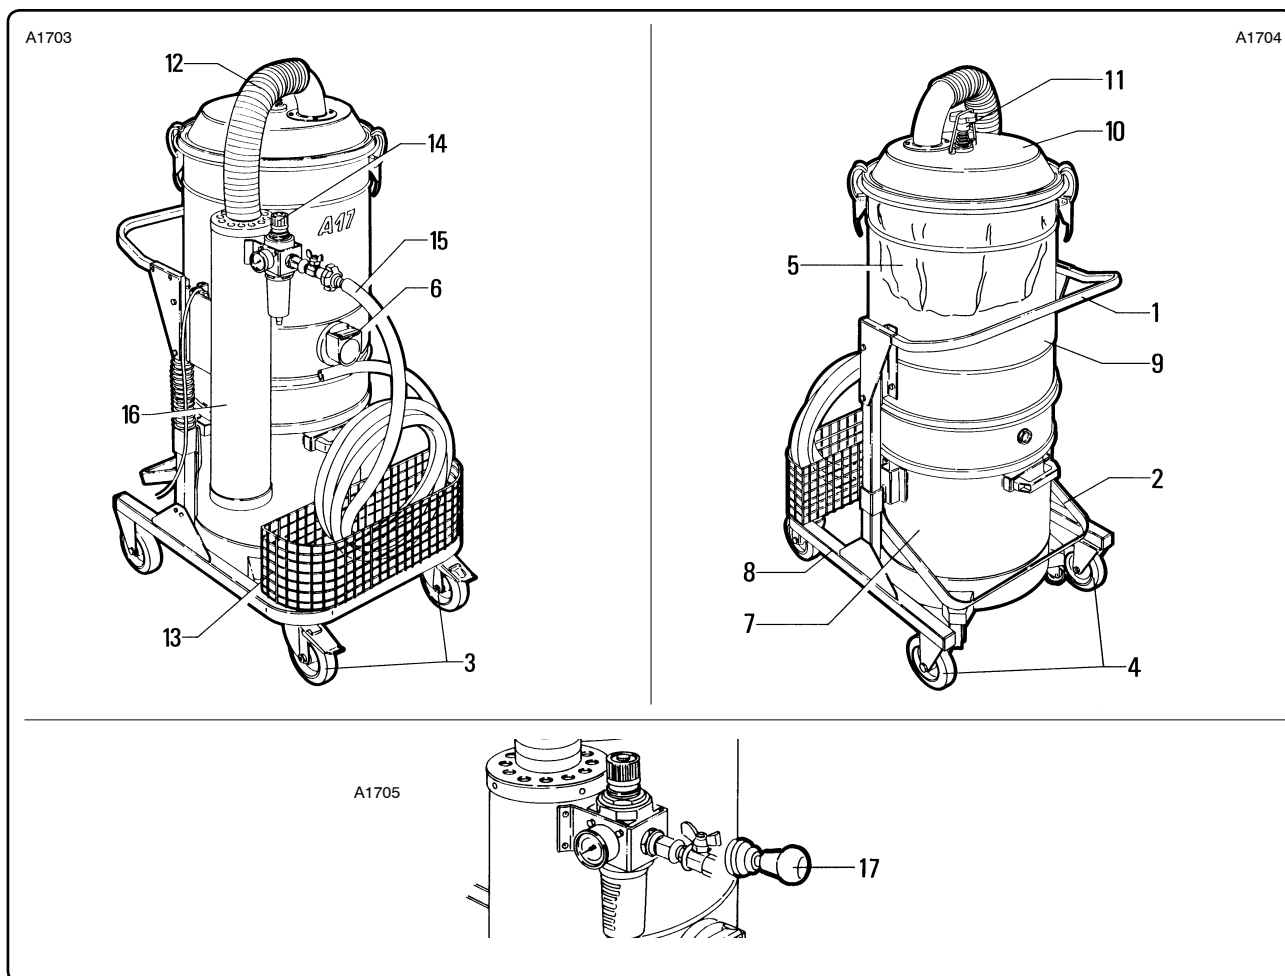

Рис. 2.2.1
2.2 - Основные детали (рис. 2.2.1)